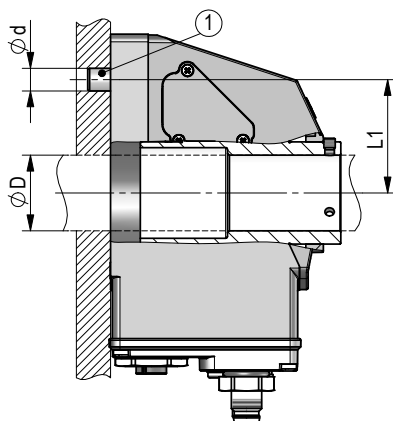

Abb. 1: Einbaumaße
- ▶ Sorgen Sie für einen geringen Wellen- und Winkelversatz zwischen Welle und Aufnahmebohrungen durch geeignete Fertigungsmaßnahmen (siehe **Abb. 1** + **Tab. 1**).
Vorbereitung Montage (Abb. 1, Abb. 2, Abb. 3):
Montage (Abb. 1, Abb. 2, Abb. 3):